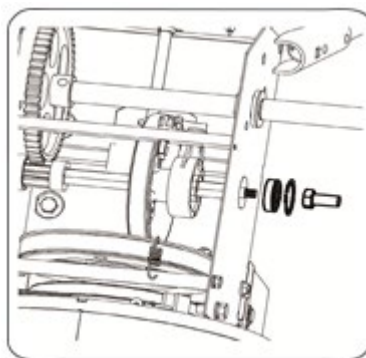

Abb. 32
3. Entfernen Sie vorsichtig die Sechskantmutter und die Unterlegscheibe, mit denen die Achse am Rahmen der Schneefräse befestigt ist, und klopfen Sie leicht auf das Ende der Achse, um das Kugellager auf der rechten Seite des Rahmens zu lösen. Siehe Abbildung 32